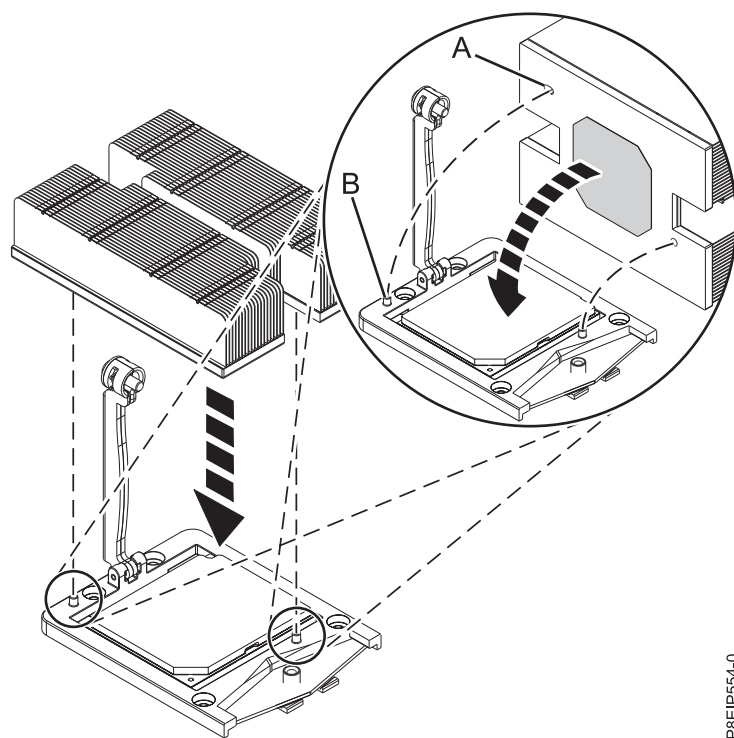

図 38. ヒート・シンクの取り付け
10. プロセッサ・ヒート・シンクをプロセッサに移動します。ヒート・シンク **(A)** の穴がソケットの 2 つのガイド・ピン **(B)** の位置に合っていることを確認しながら、ヒート・シンクを慎重に下げてシステム・プロセッサ・モジュールに乗せます (図 38 を参照)。